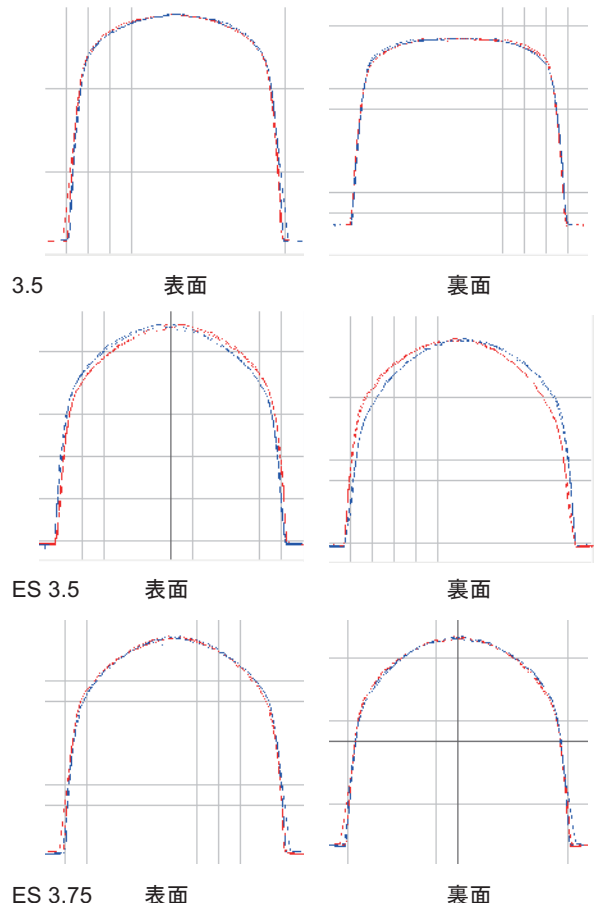

図11 Légère 3.5, European Signature 3.5, 3.75のグラフ
- ・樹脂(PP)製リードのLégèreから得られたグラフは相当対称性がよいが、個体差があることも判明した。図11に3.5、及びEuropean Signature(ES) 3.5, ES 3.75(点検の標品に使用可能か)のグラフを示した。